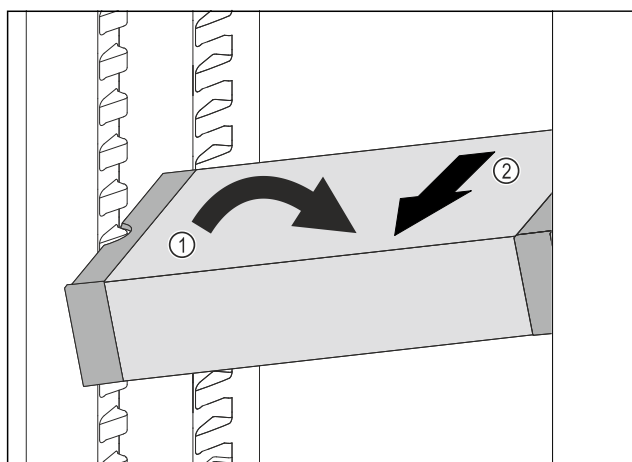

Fig. 177
- Ukosite ladicu VarioSafe u hladnjaku. Fig. 177 (1)
- Izvadite ladicu VarioSafe prema naprijed. Fig. 177 (2)